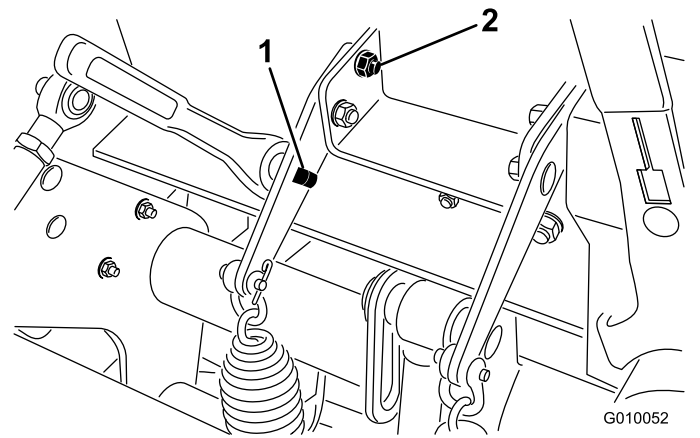

Bild 37
3. Setzen Sie einen 1/2"-Schlüssel oder ein Brecheisen in das rechteckige Loch in der Federplatte ein (Bild 37).